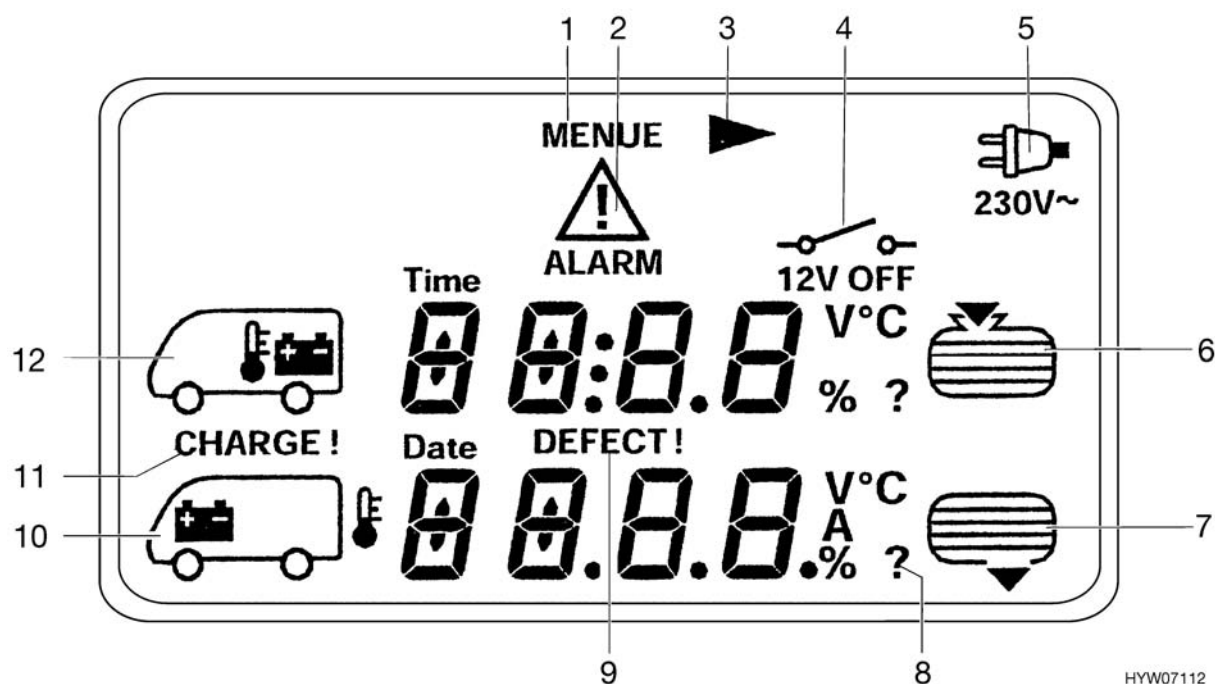

Fig. 119 Rappresentazione del simbolo sul display LCD
- ▷ La freccia ► (Fig. 119,3) nel display LCD indica che il menu selezionato è composto da diverse pagine di menu. Premendo ripetutamente il tasto di menu utilizzato si passa alla successiva pagina di menu corrispondente.